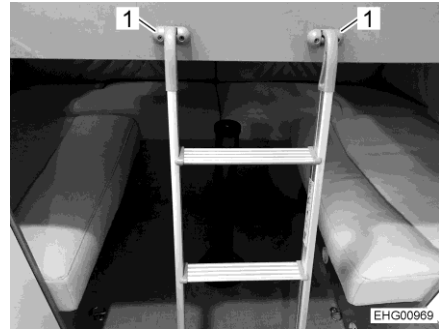

Bild 69 Stege
- Haka fast stegen på de två hållarna (Bild 69,1). Se till att stegen står i ett säkert läge.